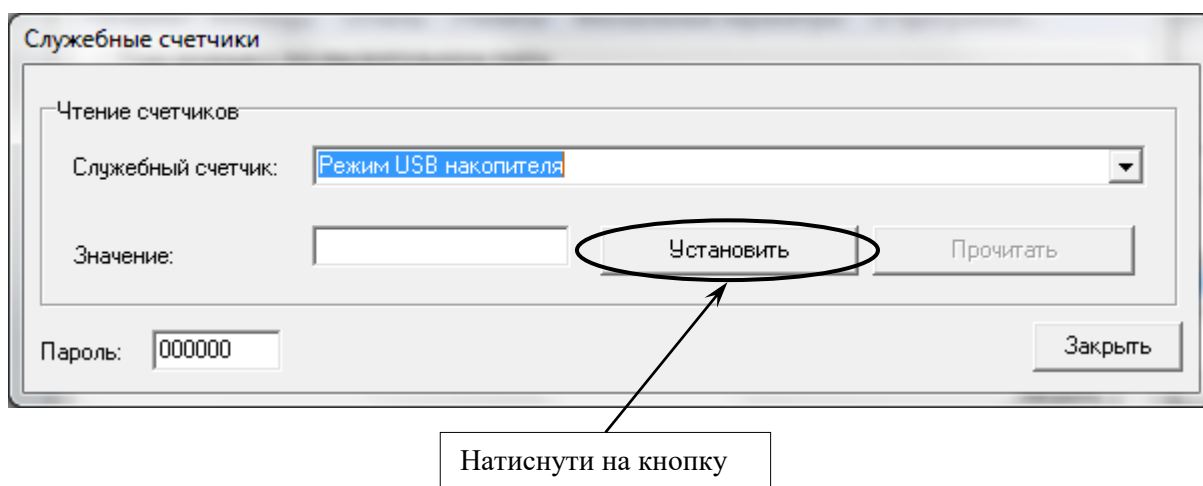

Рисунок 39
– натиснути кнопку «Установить» (рисунок 39);